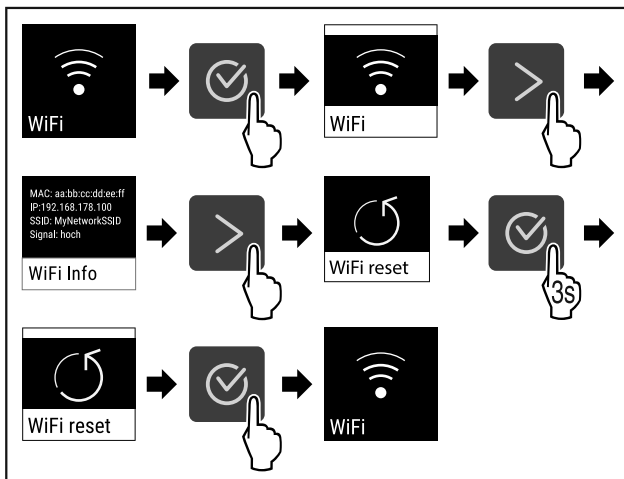

Fig. 88
- ▶ Efectuați pașii de acțiune (vezi Fig. 88).